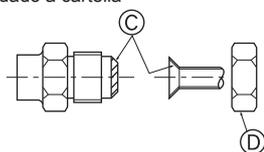

Fig. 4-5
(A) (Fig. 4-5)
(B) (Fig. 4-5)
4.4. Collegamento dei tubi (Fig. 4-5)